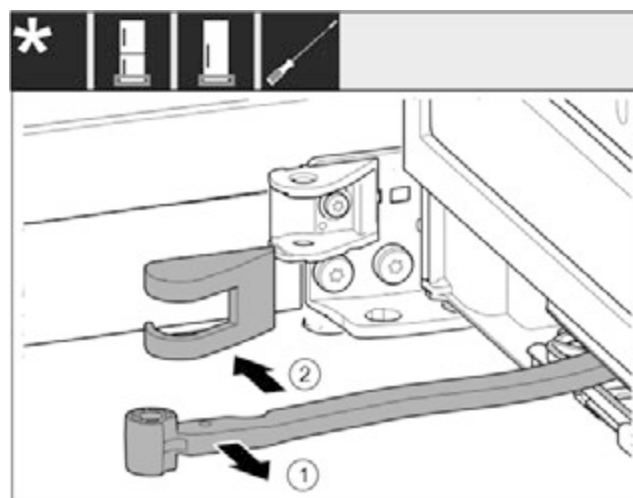

Fig. 13
- ▶ Поверніть шарнір у напрямку дверцят. Fig. 13 (1)
- ▶ Зніміть кришку опорного кронштейна. Fig. 13 (2)